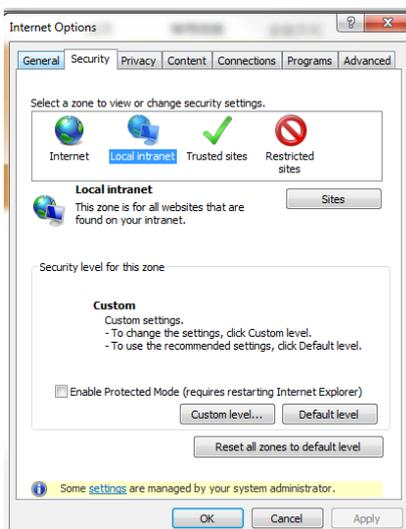

図 3-28 セキュリティの設定 1
- 6) 図 3-28 にあるセキュリティの設定ページで、**信用済みサイト**にある**サイト**をクリックし、MSC インテリジェント監視ユニットの IP アドレスを**信頼済みサイト**のリストに追加する。